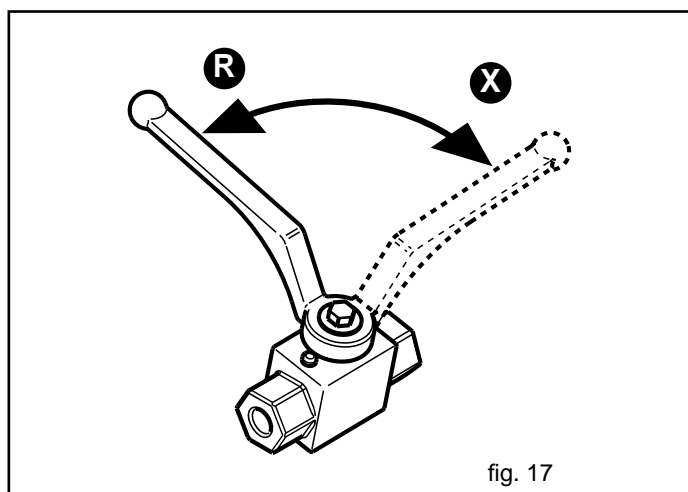

fig. 17
- 5) Chiudere i circuiti dell'impianto oleodinamico ruotando la maniglia del rubinetto nella posizione indicata (R, Fig. 17).
- 8) Aprire i circuiti dell'impianto oleodinamico ruotando la maniglia del rubinetto nella posizione indicata (X, Fig. 17).